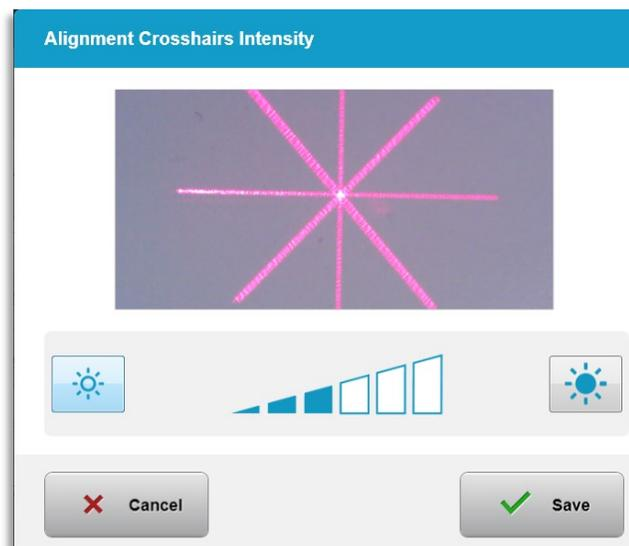

Figura 3-55. Intensità dei reticoli di allineamento
- Selezionare “Alignment Crosshairs Intensity” (Intensità dei reticoli di allineamento) dal menu System Settings (Impostazioni di sistema) per modificare la luminosità dei reticoli di allineamento. Viene visualizzata la schermata illustrata nella Figura 3-55.